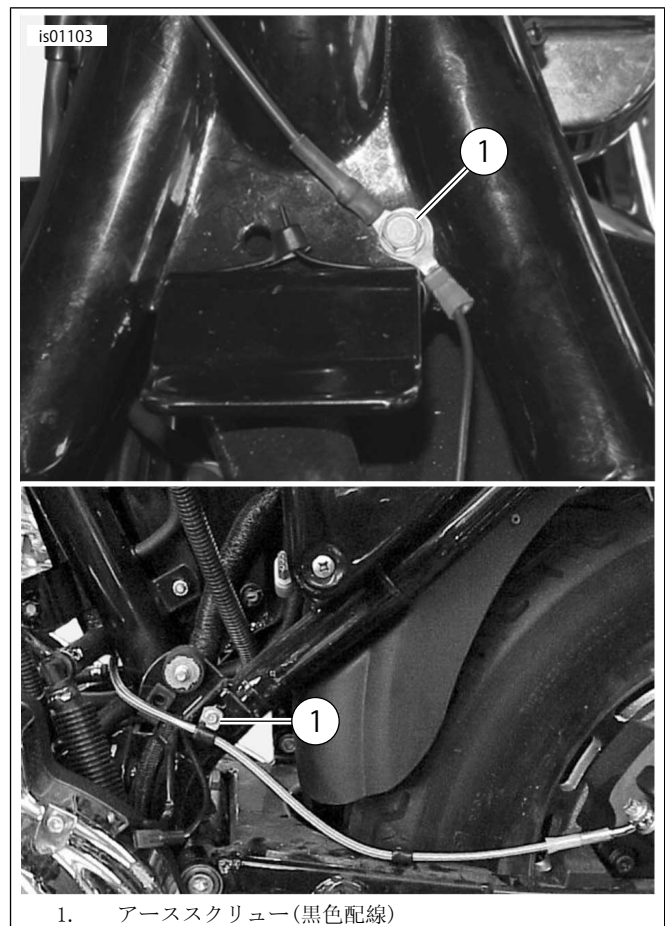

図3。アース接続部(スポーツスターモデル)
3. 「図3」を参照してください。以下の場所にあるアーススクリュー(1)を取り外します: